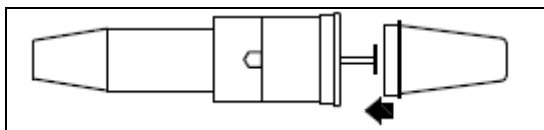

Fig.5
4. Es recomendable por razones de higiene colocar la jeringa cargada con la dosis indicada por el médico en el autoinyector e inmediatamente efectuar la aplicación. Si por alguna razón demora la aplicación colocar la tapa de seguridad, Fig. 5. La cual deberá retirar antes de retomar la aplicación.